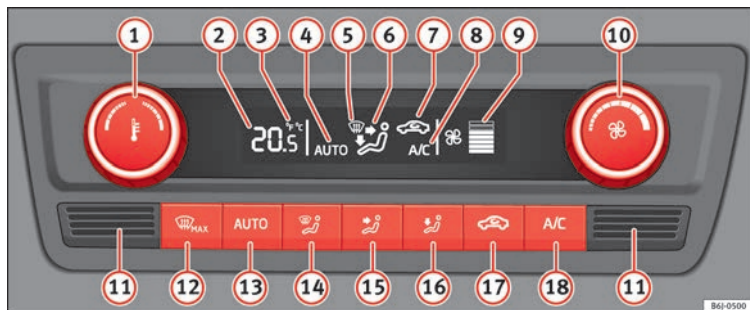

Fig. 172 Climatronic: elementos de utilização.
- **A/C** »» **Fig. 172** **18** ligado.
- Rode o comando **10** para a esquerda até que se apaguem os segmentos da coluna **9** »» **Fig. 172**.
- Pressione o botão **AUTO** **13** »» **Fig. 172**.
Mantenha simultaneamente pressionados durante **2 segundos** os botões **AUTO** e **A/C** »» **Fig. 172**. No ecrã aparecem os dados nas unidades pretendidas.
- Na parte inferior, encontra-se o sensor da temperatura interior **11** »» **Fig. 172**. Não o cubra com adesivos ou de qualquer outra forma, já que pode influenciar negativamente o funcionamento do Climatronic.
- Pressione o botão **AUTO** **13** »» **Fig. 172**, no ecrã aparece **AUTO**.
- Ao ligar a ignição, pode utilizar o comando **1** »» **Fig. 172** para ajustar a temperatura interior desejada.
- Pressione o botão  **17** » » Fig. 172, no ecrã aparece o símbolo .
- Rode o comando **10** » » Fig. 172 para a esquerda (diminuir a velocidade) ou para a direita (aumentar a velocidade).
- Pressione o botão  **MAX 12** » » Fig. 172.
- Pressione várias vezes o botão  **MAX 12** » » Fig. 172, ou pressione o botão **AUTO**.